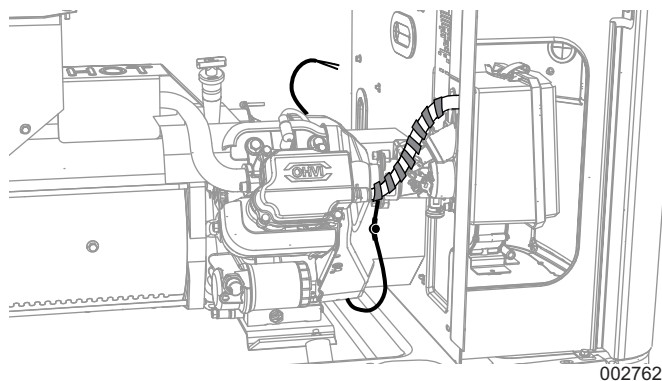

Рисунок 4. Прокладывание проводов обогревателя (9 кВт)
2. См. **Рисунок 4**. Проложите подводящие провода под двигателем и позади него, как показано на рисунке.